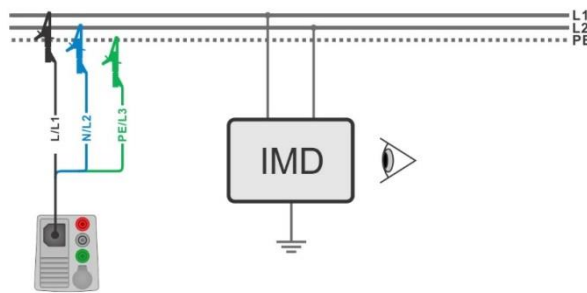

Abbildung 7.116: AUTO IT Messung
- › Schließen Sie den 3-Leiter Prüfadapter am Prüfling an, siehe **Abbildung 7.116**.